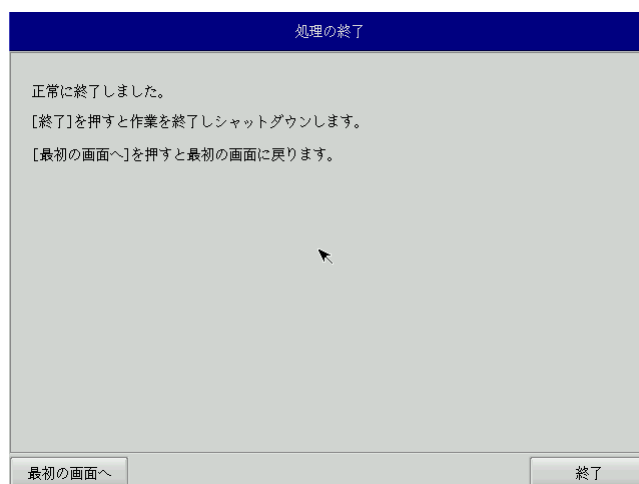

図 6-4-7. 終了画面
- ⑫ 終了画面（図 6-4-7）が表示されるとバックアップファイルの書き込みは完了です。[終了]ボタンを押して電源を落とし、DVD ドライブ、保存メディアを外します。